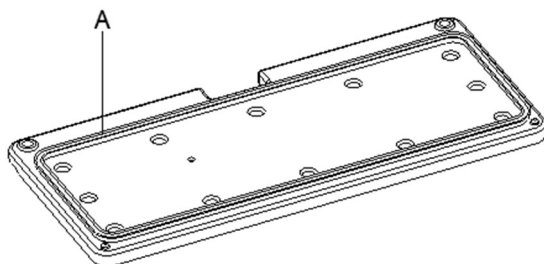

Рис. 33
13. Очистите резиновую прокладку (А, рис. 33) крышки и проверьте ее целостность и эффективность. При необходимости замените ее.